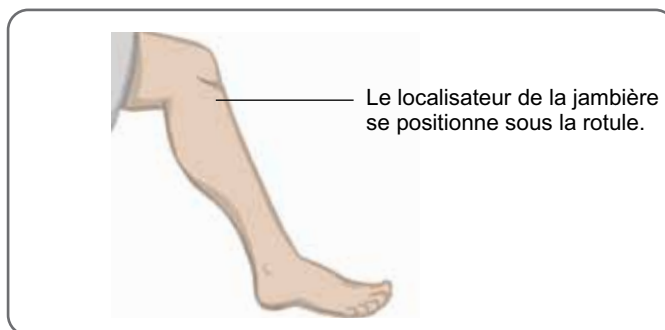

Figure 6-7 : Angle du genou recommandé pour le positionnement de la jambièrre
1. Asseyez-vous, puis tendez légèrement la jambe, comme illustré sur la figure 6-7. Le contour de votre rotule doit être nettement visible. (Si nécessaire, placez le pied sur un repose-pied.)
5. Assurez-vous que la jambière est correctement positionnée. Reportez-vous à la figure 6-9. Repositionnez la jambière si nécessaire. Réglez les attaches Velcro® (voir figure 6-7) pour assurer un bon ajustement.